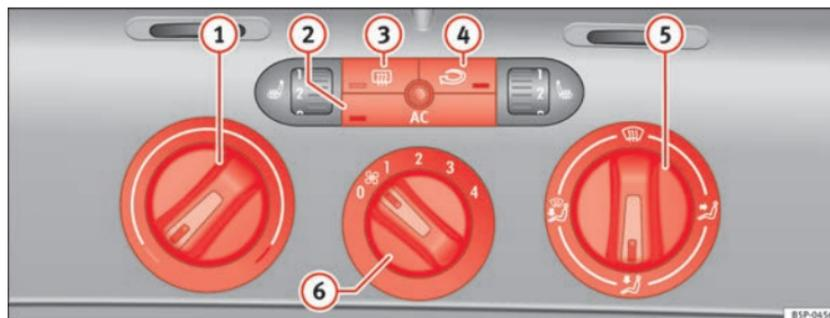

Fig. 129 Comandos do Climatic no painel de instrumentos
- Com os reguladores ⇒ fig. 129 1 e 5 e com o comando 6 é ajustada a temperatura, a distribuição do ar e o nível do ventilador.
- Ligar o climatizador com o botão ⇒ página 167, fig. 129 .